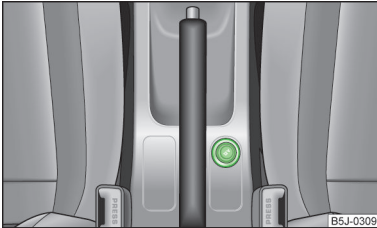

Abb. 64
- › Den Anzünderknopf des Zigarettenanzünders hineindrücken » Abb. 64.
In der Mittelkonsole vorn » Abb. 64 auf Seite 70.